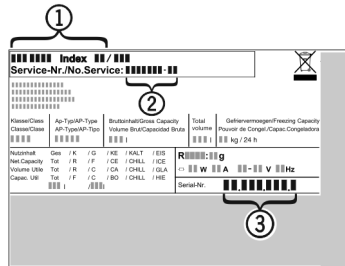

Fig. 12
- ▶ Z nazivne ploščice odčitajte oznako aparata Fig. 12 (1), servisno št. Fig. 12 (2) in serijsko št. Fig. 12 (3). Nazivna ploščica se nahaja na levi strani notranjosti aparata.
- ▶ Obvestite servisno službo in jim povejte, za kakšno napako gre, povejte pa tudi oznako aparata Fig. 12 (1), servisno št. Fig. 12 (2) in serijsko št. Fig. 12 (3).